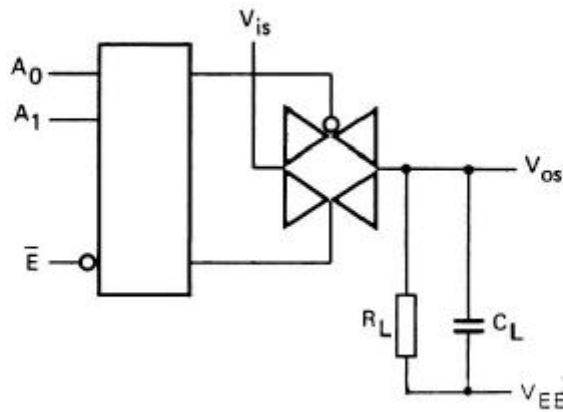

图 3
- $R_L=10K \Omega$ 到 V_{EE} ; $C_L=50pF$ 到 V_{EE} ; $\overline{E}=V_{SS}$; $V_{is}=V_{DD}$ (方波); 如图 3 所示
- $R_L=10K \Omega$; $C_L=50pF$ 到 V_{EE} ; $\overline{E}=V_{SS}$; $An=V_{DD}$ (方波); 测量 t_{PLH} 时 $V_{is}=V_{DD}, R_L$ 到 V_{EE} ; 测量 t_{PHL} 时 $V_{is}=V_{EE}, R_L$ 到 V_{DD} , 如图 3 所示
- $R_L=10K \Omega$; $C_L=50pF$ 到 V_{EE} ; $\overline{E}=V_{DD}$ (方波); 测量 t_{PHZ} 和 t_{PZH} 时, $V_{is}=V_{DD}, R_L$ 到 V_{EE} ; 测量 t_{PLZ} 和 t_{PZL} 时; $V_{is}=V_{EE}, R_L$ 到 V_{DD} ; 如图 3 所示
- $R_L=10K \Omega$ 到 V_{EE} ; $C_L=15pF$ 到 V_{EE} ; \overline{E} 或 $An=V_{DD}$ (方波); 干扰是 $|V_{os}|$ (峰值); 如图 3 所示